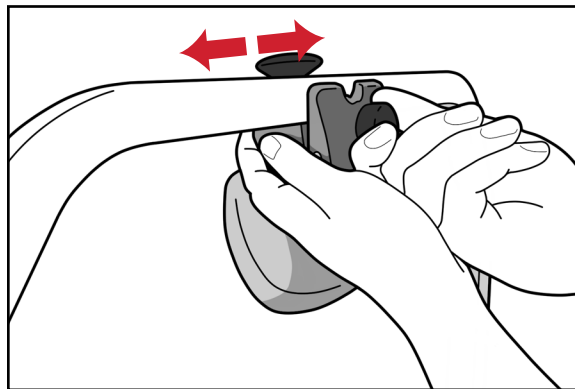

Fig. 11
1. Con la rueda de bloqueo suelta, deslice la pinza de compresión hasta el lugar deseado y fíjela apretando la pinza de bloqueo. (Fig. 11)